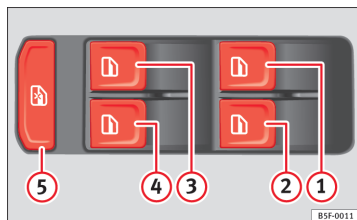

Fig. 56 Détail de la porte du conducteur : commandes pour les glaces avant et arrière
Les touches ⇒ fig. 56 ①, ②, ③ et ④ disposent de deux positions pour l'ouverture des glaces et de deux autres pour leur fermeture. Il est ainsi plus simple de contrôler les processus d'ouverture et de fermeture.